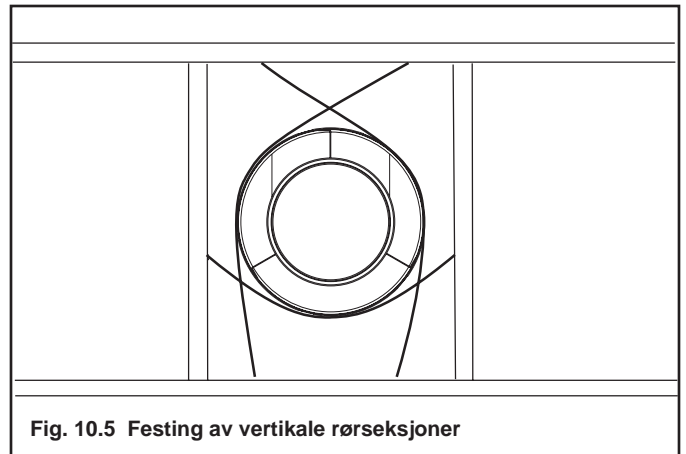

Fig. 10.5 Festing av vertikale røreseksjoner
- Ventilstøtter og rørleggingsremmer (plassert 120° fra hverandre), kan benyttes som støtte. Se Fig. 10.5 og 10.6.